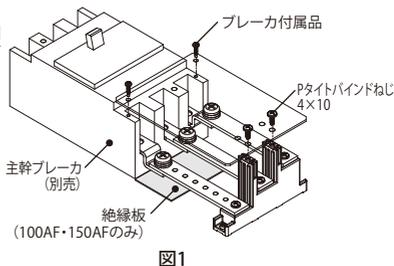

図1
一番低い固定ねじの下に絶縁板を付けてご利用ください。(図1)
④保護板はPタイトバンドねじ4×10とブレーカ付属品ねじにて取付けてください。(図1)